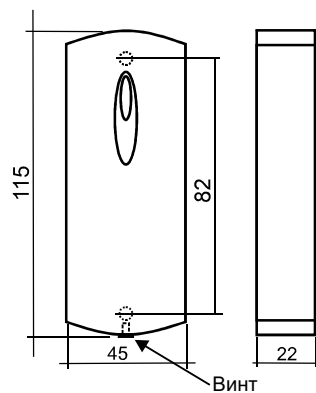

Рис. 1 Внешний вид и габаритные размеры считывателя.
- 1) Разметить и просверлить отверстия для крепления (см. Рис.1).